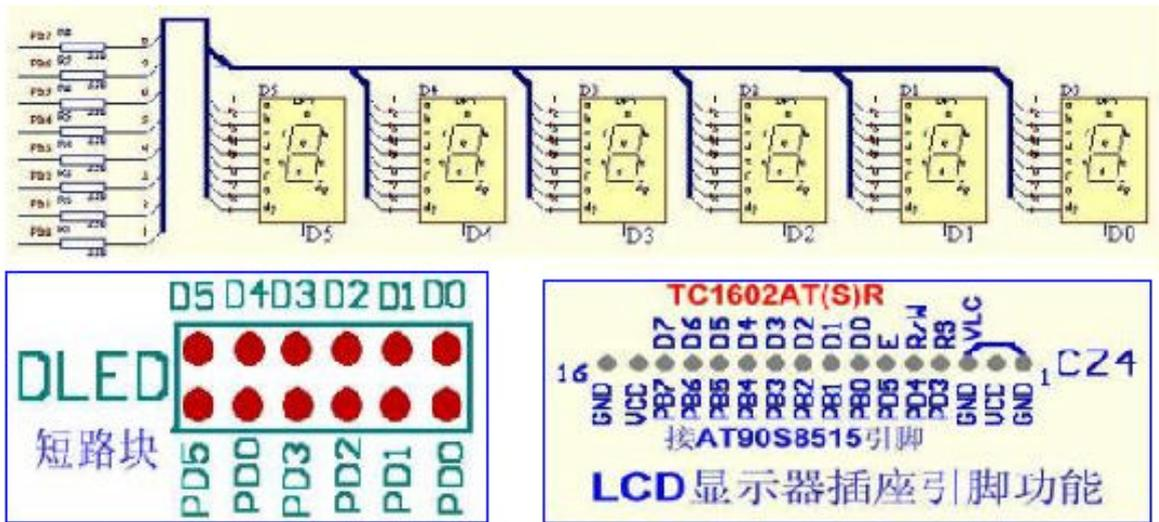

图 3.25
7. **LED 模块**图 3.25:由六只 LED 数码管组成,D5-D2 可作地址显示,D1-D0 作数据显示,LED 数码管字位口对应接 AT90S8515 的 PD5-PD0 口,LED 数码管的字形(abcdefgh)对应接 AT90S8515 的 PB7-PB0 口,见 CZ3 接线表;
9. **CZ4 接线座**图 3.25:为 2 行 X16 字 LCD 液晶显示模块插座,用 AT90S8515 的 PB、PD 口;